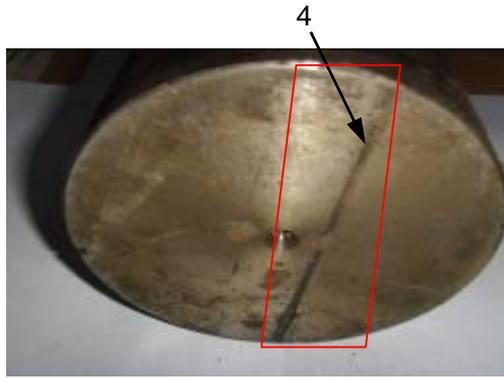

图 8a 柱塞端部磨损示意图
**步骤 4:** 检查柱塞端部因与松闸杆接触而产生的划痕情况 (如图 8a 所示), 划痕若高出平面, 须修磨平整。